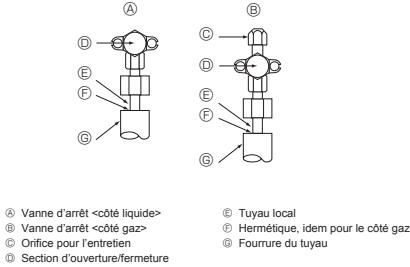

Fig. 5-4
5.4. Test d'étanchéité des tuyaux de réfrigérant (Fig. 5-4)